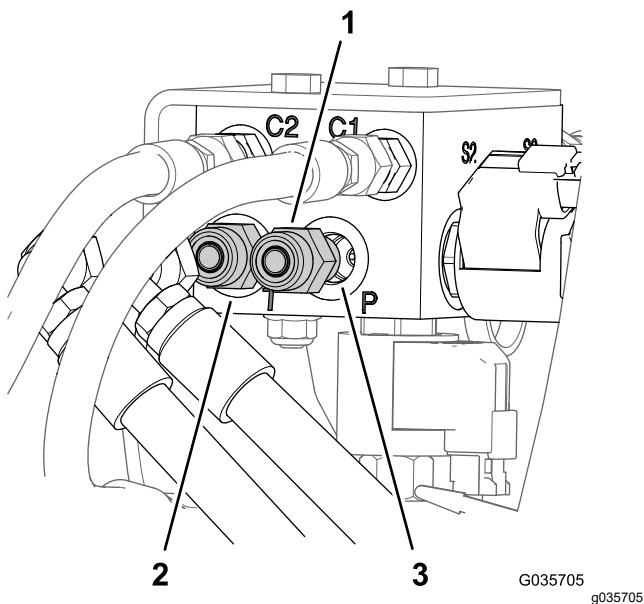

Bild 9
1. Entfernen Sie am Heck des Sprühfahrzeugs die beschrifteten Schläuche am Anschluss P und T des Hubzylinderverteilers (Bild 9).
2. Entfernen Sie die Schläuche von den geraden Hydraulikan schlussstücken am Anschluss P und Anschluss T des Hubzylinderverteilers (**Bild 9**).
3. Entfernen Sie die geraden Hydraulikan schlussstücken vom Anschluss P und Anschluss T des alten Hubzylinderverteilers (**Bild 9**).